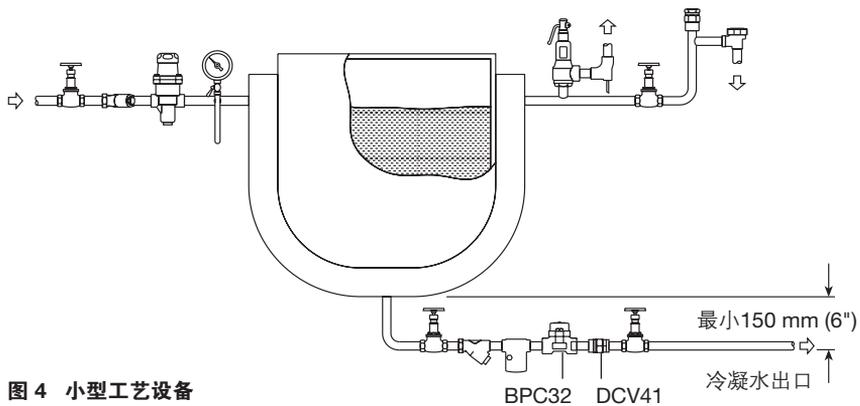

图 4 小型工艺设备
**3.4** 该疏水阀可以安装在任何位置,水平或者垂直均可,但最好在少疏水前布置一个下降管-一般150mm,见图4。
**3.5** 当冷凝水需要排放到有压力的冷凝水回收系统中的时候。切记要在疏水阀出口加装止回阀。这种情况常见于上升的冷凝水管。止回阀可以防止当蒸汽压力下降或者关闭时冷凝水倒流。如图4所示选用斯派莎克的DCV41 止回阀。